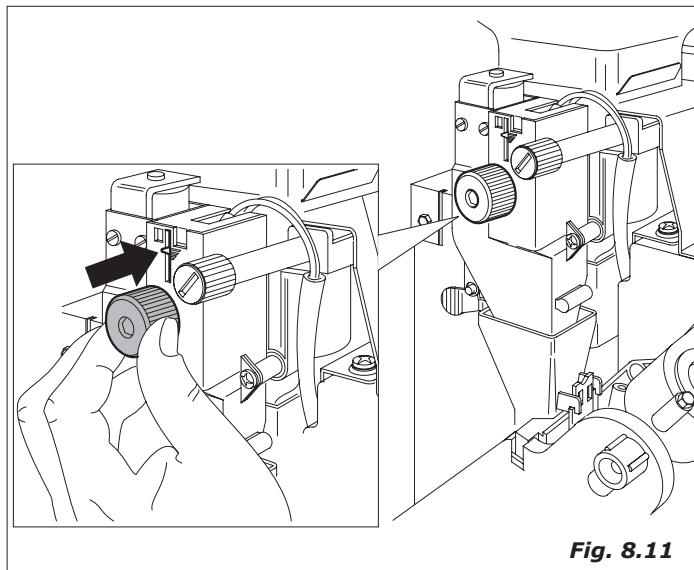

Fig. 8.11
- **Gramatura do café moído.** Variar a quantidade acionando a manopla sobre o dosador (Fig.8.11).